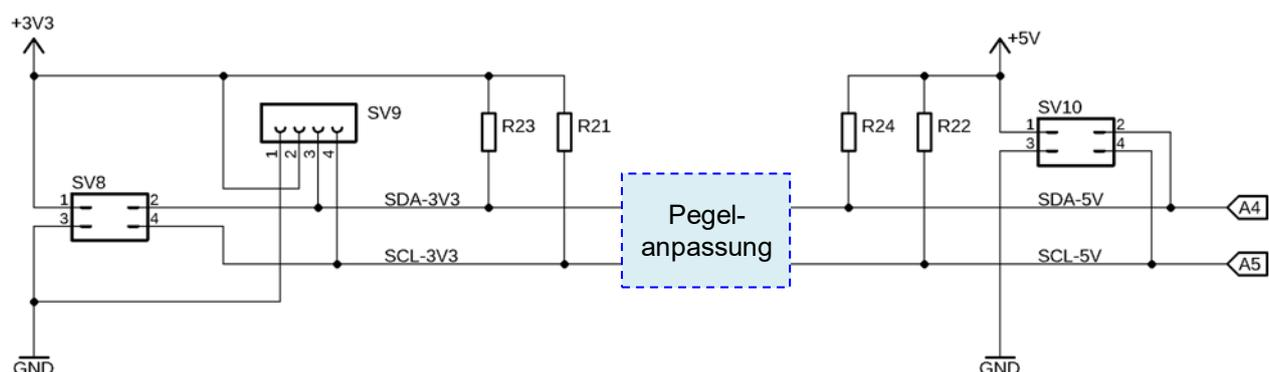

Abbildung 20: Das TWI (=I²C)-Interface auf dem *MCCAB Trainingsboard*
Über die Anschlussleisten SV8, SV9 und SV10 (Pfeile (15), (16) und (14) in Abbildung 1) kann der Anwender eine serielle I²C-Verbindung (I²C = Inter-Integrated Circuit) des Mikrocontrollers auf dem Trainingsboard mit externen I²C-Modulen herstellen. Im Datenblatt des AVR-Mikrocontrollers ATmega328P wird das I²C-Interface als TWI-Interface bezeichnet. Die Beschaltung der drei Anschlussleisten zeigt Abbildung 20.
Das I²C-Interface besteht nur aus den beiden bidirektionalen Leitungen SDA (Serial Data) und SCL (Serial Clock). Zur besseren Unterscheidung sind in Abbildung 20 die Leitungen SDA und SCL vor der Pegelanpassungsstufe mit dem Zusatz 5V und nach der Pegelanpassungsstufe mit dem Zusatz 3V3 versehen.
Der AVR-Mikrocontroller ATmega328P hat auf seinem Chip eine Hardware-TWI (=I²C) Schnittstelle, deren Signale SDA und SCL im Inneren des Mikrocontroller-Chips mit den auf die Anschlussleiste SV6 (Pfeil (7) in Abbildung 1) herausgeführten GPIOs A4 und A5 verbunden werden können (Abbildung 20).